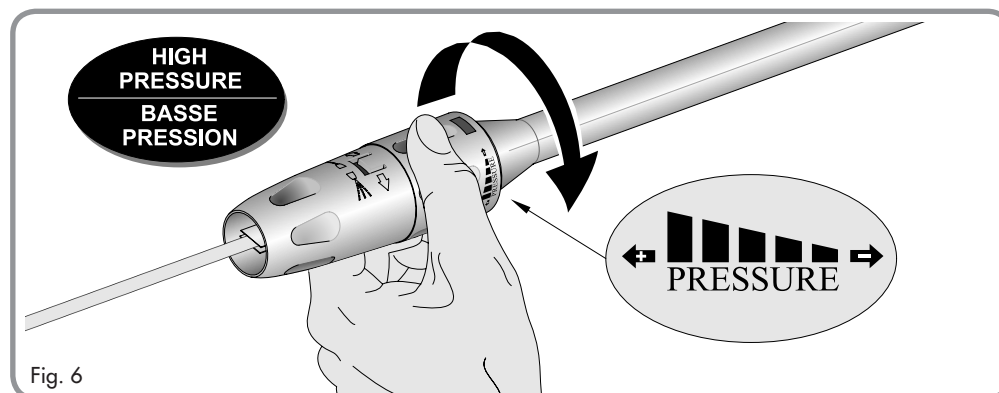
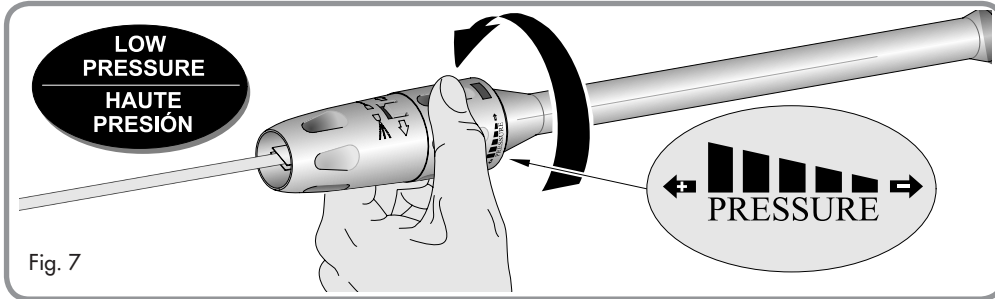

Fig. 6
Fig. 7
#### 4.2 HIGH PRESSURE/LOW PRESSURE (see Fig.6 and Fig.7)
The high pressure nozzle position is intended for cleaning. When high pressure is required, turn the gray collar fully clockwise. (Fig. 6)
**NOTE:** Make sure the gray collar is turned fully counter-clockwise to lock the nozzle in the high pressure position. (Fig. 6)
#### 4.2 HAUTE PRESSION/BASSE PRESSION (voir Fig.6 et Fig.7)
La position haute pression du bec est conçue pour le nettoyage. Pour avoir une haute pression, tournez entièrement la bague grise dans le sens des aiguilles d'une montre. (Fig. 6)
**REMARQUE :** Assurez-vous que la bague grise soit entièrement tournée dans le sens inverse des aiguilles d'une montre pour verrouiller le gicleur sur la position haute pression. (Fig. 6)
The low pressure position is intended for dispensing detergent. When low pressure is required, turn the gray collar clockwise (Fig. 7 next page).
La basse pression est utilisée pour distribuer le détergent. Lorsque vous souhaitez utiliser la basse pression, tournez la bague grise dans le sens des aiguilles d'une montre (Fig. 7 page suivante).